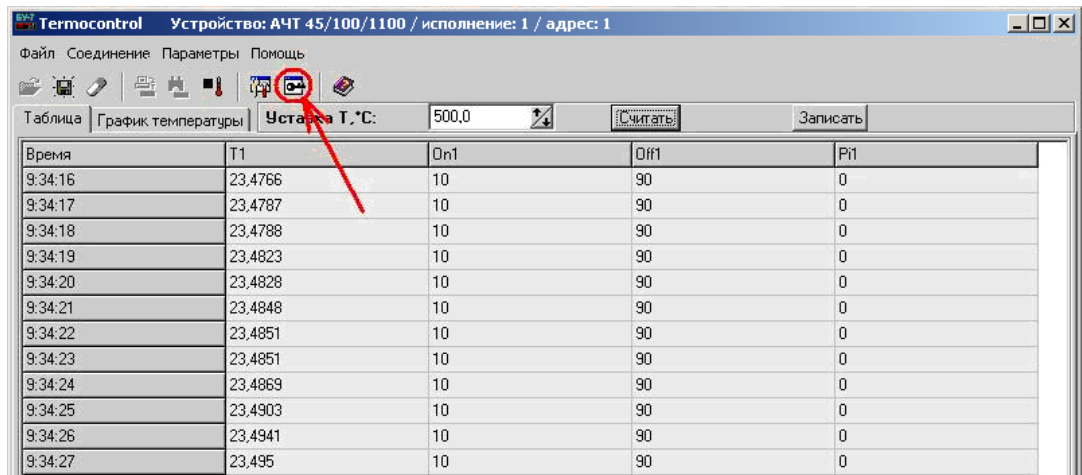
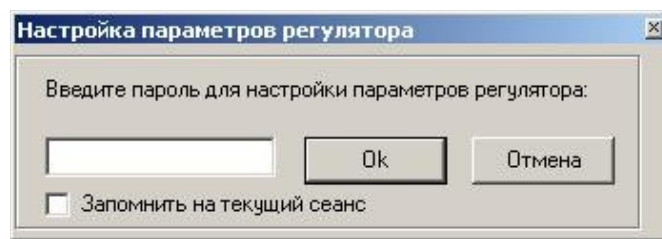

Рисунок 9 – Включение режима настройки излучателя АЧТ-45/100/1100
Рисунок 10 – Ввод пароля для входа в режим настройки
7.7.3.1 Для входа в режим настройки необходимо нажать кнопку "Открыть окно настроек устройства" (см. рисунок 9). После нажатия на эту кнопку появится окно для ввода пароля (см. рисунок 10).